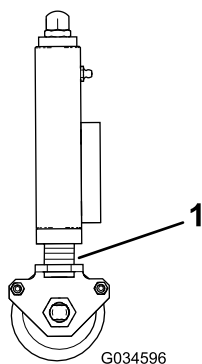

Figura 27
2. Observe los anillos indicadores para comprobar que todas las unidades de corte están ajustadas a la misma altura de corte (Figura 27).